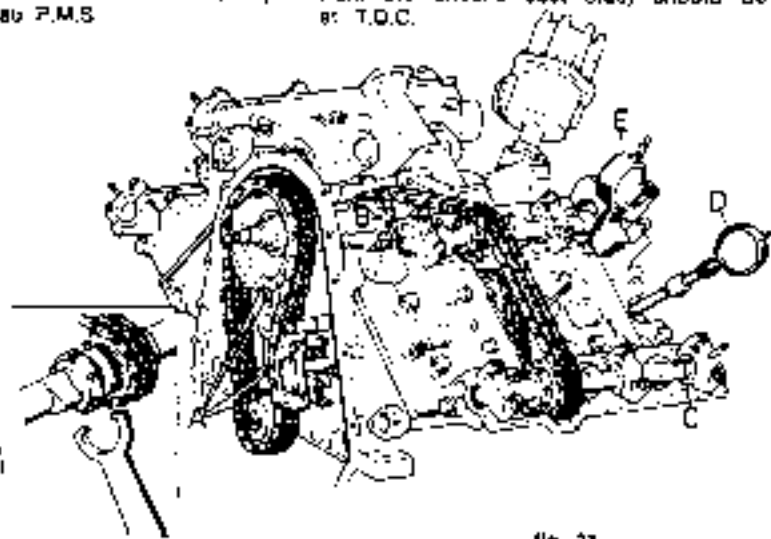

fig. 31
In caso di smontaggio del motore, per ottenere la giusta faseatura, procedere come appreso indicato. Ruotare l'albero a manovella fino a fare coincidere i denti segnati da uno (0) sull'ingranaggio distribuzione e sull'albero a manovella, con i relativi contrassegni (0) sul frontale basamento (fig. 31/A).
En cas de démontage du moteur, pour obtenir une mise en phase correcte, opérer de la façon suivante: faire tourner l'arbre à manivelle jusqu'à ce que les dents marquées par un (0) sur l'engrenage de distribution et sur l'arbre à manivelle coïncident avec les marques (0) correspondantes sur le monobloc (fig. 31/A).
Rotate the crankshaft so as to bring the teeth marked with 0 on the timing gear on the crankshaft into line with the related matching marks 0 on the front of crankcase (A, fig. 31).
In caso di smontaggio di una delle due teste assicurarsi che lo zero (0) segnato sull'albero centrale sia visibile in corrispondenza dell'uscita della catena (fig. 31/B) con il pistone numero uno al P.M.S. nel caso che lo zero (0) non fosse visibile ruotare il motore di 360°.
Trovate queste coincidenze si può procedere al montaggio degli assi a camme facendo attenzione che i segni su di essi combacino con quelli stampigliati sui supporti (fig. 31/C).
Au cas où l'on démonterait une des deux culasses s'assurer que le zéro (0) marqué sur l'arbre central soit bien visible en correspondance de la sortie de la chaîne (fig. 31/B) avec le piston n. 1 au P.M.S., au cas où le zéro (0) ne serait pas visible, tourner le moteur de 360°.
Une fois que les coïncidences ont été trouvées, on peut passer au montage des axes à cammes en faisant bien attention à ce que les marques de ceux-ci coïncident avec celles estampillées sur les supports (fig. 31/C).
When removing one of the two heads make sure that mark 0 on the central shaft can be spot at the exit of chain (B, fig. 31) with piston No 1 at T.D.C. in case mark 0 cannot be spotted, rotate engine 360°.
When these coincidences are achieved, proceed to the assembly of camshafts making sure that marks stamped on them are aligned with those on the supports (C, fig. 31).
misuratore micrometrico sul foro della sua candela (fig. 31/D) (testa sinistra) e con i lobi degli assi a camme nella posizione indicata in (fig. 31/C) rivolti verso l'esterno. Si fissa un altro misuratore micrometrico in corrispondenza del bicchierino della valvola del cilindro numero uno (fig. 31/E), indi ruotare l'asse a camme fino che la valvola di aspirazione sia aperta di mm 2,2 e la valvola di scarico di mm 1,3. Analoga operazione dovrà essere fatta sulla testa opposta, tenendo presente che i lobi degli alberi a camme dovranno essere rivolti verso l'interno e che gli strumenti di misurazione dovranno essere posti sul cilindro numero sei.
Fare attenzione alla segnatura sugli assi a camme (fig. 31/C).
Pour trouver le P.M.S. du cylindre numéro un, fixer au moyen d'instruments spéciaux, un mesureur micrométrique sur le orifice de sa bougie (fig. 31/D) (culasse gauche), les lobes des axes à cammes ayant la position indiquée sur la (fig. 31/C), tournée vers l'extérieur.
Fixer un autre mesureur micrométrique en correspondance de l'emboîtement de la soupape du cylindre numéro un (fig. 31/E) et faire tourner l'axe à cammes jusqu'à ce que la soupape d'admission ait une ouverture de 2,2 mm et la soupape d'échappement une ouverture de 1,3 mm. La même opération devra être effectuée sur la culasse opposée, en tenant compte du fait que les lobes des arbres à cammes devront être tournés vers l'intérieur et que les instruments de mesure devront être placés sur le cylindre n. 6.
Faire attention aux marques sur les axes à cammes (fig. 31/C).
By means of the proper tools fix a micrometric gauge in the spark plug hole (fig. 31/D), left hand head, and with camshafts in the position indicated in (fig. 31/C). Fix an other micrometric gauge in correspondance of the valve gap of cylinder No. 1 (fig. 31/E), then turn camshaft till intake valve is mm 2.2 open and exhaust valve mm 1.3. Same operation should be carried out on the opposite head, keeping in mind that position of camshafts should be in opposite position in respect of (fig. 31/C) and that gauges should be face on cylinder No. 6. Pay attention to the marks on camshafts (fig. 31/C).